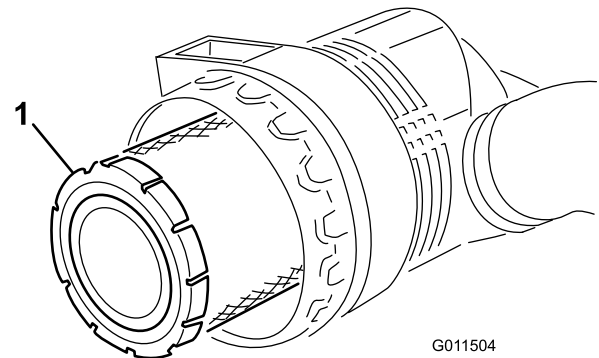
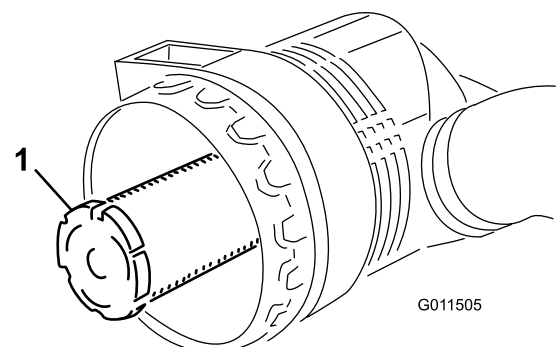

Figura 50
Figura 51
3. Retire o filtro primário (Figura 50). Não se recomenda a limpeza do elemento usado devido a possibilidade de danos no meio do filtro. Inspeccione o filtro novo para ver se sofreu danos durante o transporte, verificando a extremidade vedante do filtro e o corpo. Não utilize um elemento danificado. **Não** retire o filtro de segurança (Figura 51).
Importante: Nunca tente limpar o filtro de segurança (Figura 51). Substitua o filtro de
4. Substitua o filtro primário (Figura 50).